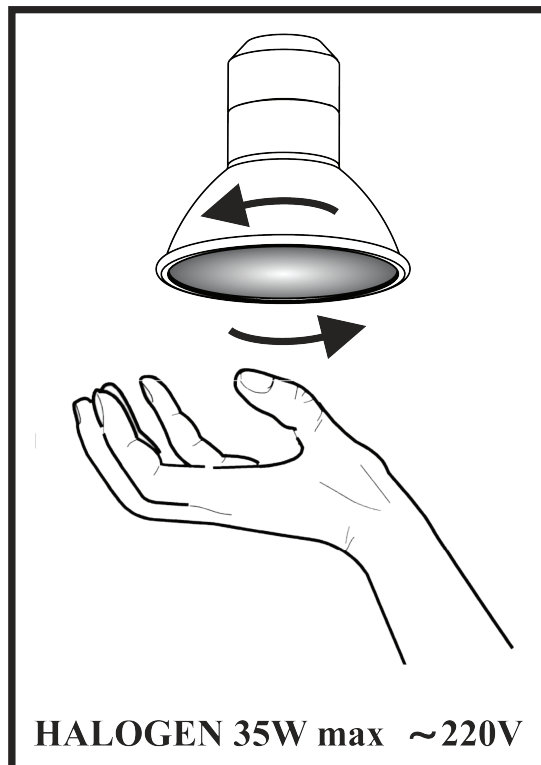

Рис.7
8.9 На вытяжке установленная **HALOGEN** лампа для подсветки рабочей зоны плиты. Перед началом замены лампы освещения необходимо отключить вытяжку от электросети, дать возможность остыть лампе. Для замены лампы необходимо открыть **декоративное стекло**, снять алюминиевый фильтр нажав на **пружинную защелку**, удерживая держатель патрона, слегка надавить на **лампу** в направления патрона и, повернув ее против часовой стрелки, вынуть из корпуса вытяжки (рис.7).